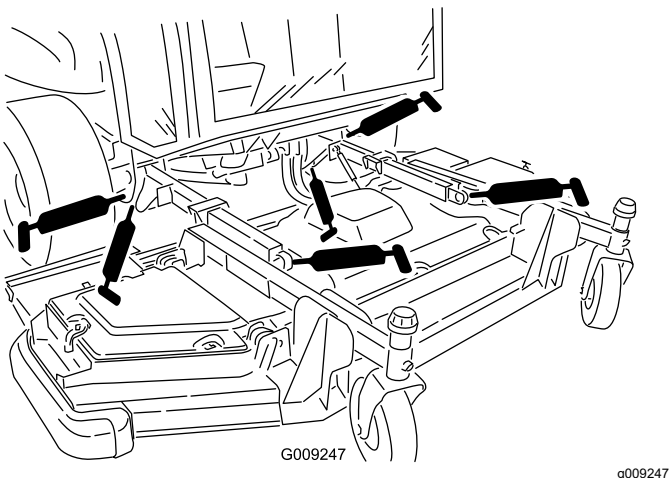

Figura 53
- 2 casquillos de brazos de elevación (Figura 53)
- 2 rótulas de los brazos de elevación (Figura 53)
- 2 pivotes de los cilindros de elevación de la carcasa delantera (Figura 53)